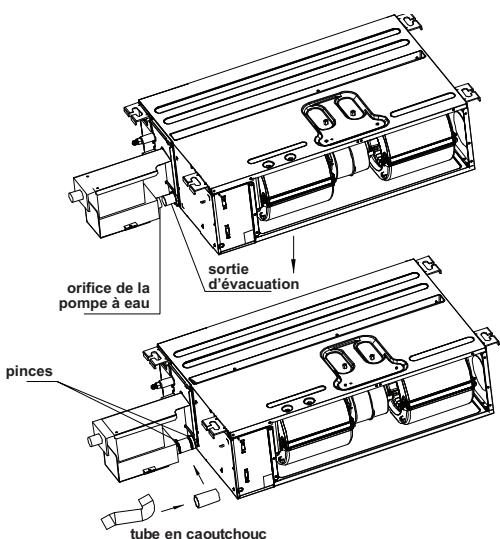

Fig. 30 – Installation de la pompe de relevage de condensat – capacités de 9K à 12K
- Branchez la sortie d'évacuation et la pompe de relevage de condensat en utilisant le tube en caoutchouc et en fixez celui-ci avec des colliers aux deux extrémités (voir la figure 30).